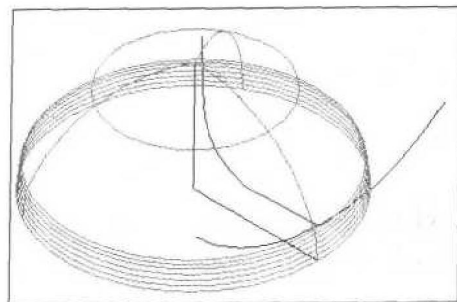

图1-5 生成旋转曲面
9. 单击顶部工具栏中的全视图 (**Screen-Fit**) 按钮 ，结果如图 1-5 所示。